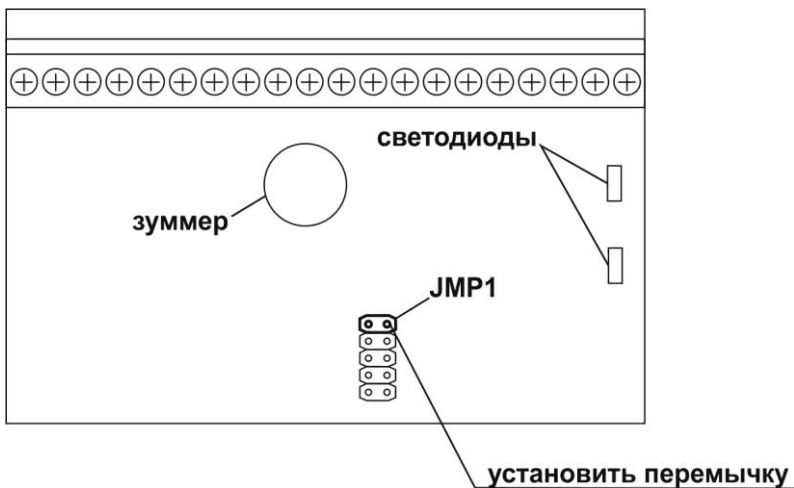

Рисунок 3 Контроллер СКУД
- установить джампер/перемычку (контроллер СКУД) в положение J1, см. рис.3;